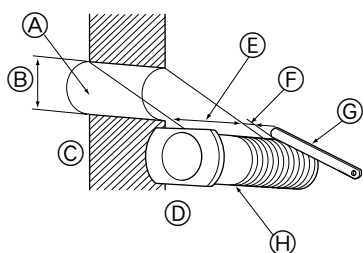

Fig. 3-6
3.4.1. Esecuzione di fori (Fig. 3-6)